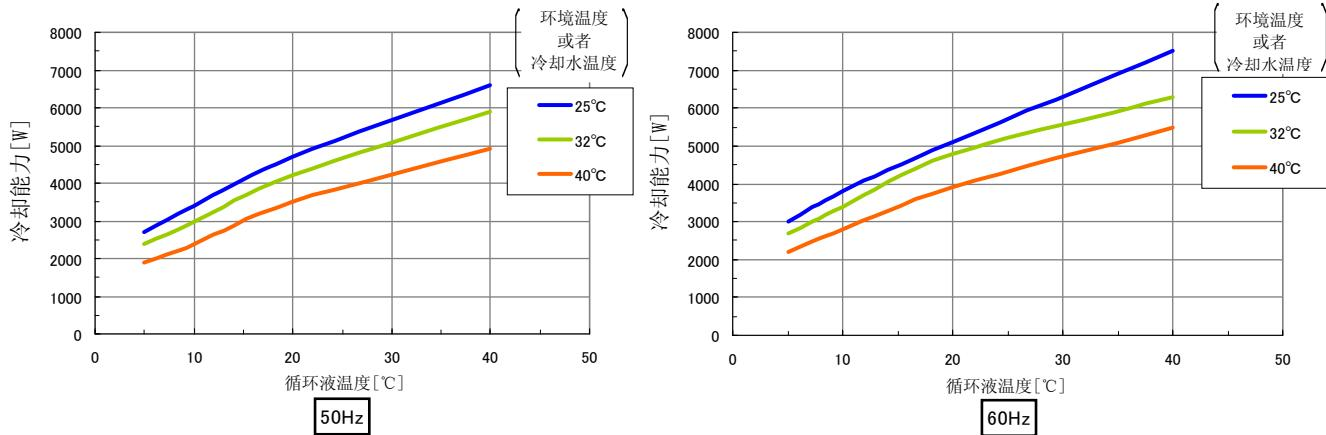

图 8-4 冷却能力 (HRS050-※※-20-(BJM))
*在循环液额定流量、图 8-4 所记载冷却能力时的冷却水量。